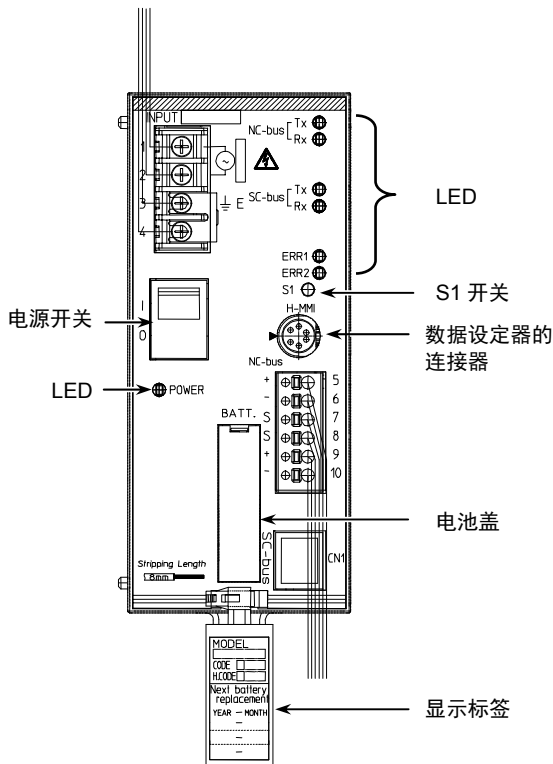

图 8 配线位置图
- \* 配线时请注意不要遮挡图 8 下线所标示的部分。此外，请避免向右侧面配线。